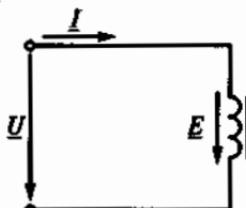

Рис. 120
3.85.Р. Как изменятся амплитуда магнитного потока Φ_{max} и ЭДС катушки со стальным сердечником E на рис. 120, если при неизменной частоте увеличить напряжение на катушке?